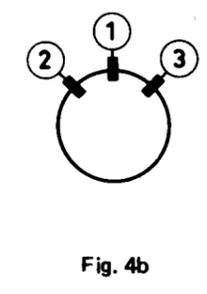

Fig. 4b
- Ribaltando l'unità di deflessione in senso orizzontale si otterrà la sovrapposizione delle linee orizzontali blu e rosse in alto ed in basso sullo schermo e delle linee verticali blu e rosse a sinistra e destra sullo schermo. Quando l'unità di deflessione si trova nella buona posizione, interporre i cunei ② e ③ di cui la striscia di carta è stata tolta come indicato nella Fig.4b o 5b. Premere il lato adesivo di questi cunei fermamente contro il vetro del cinescopio.